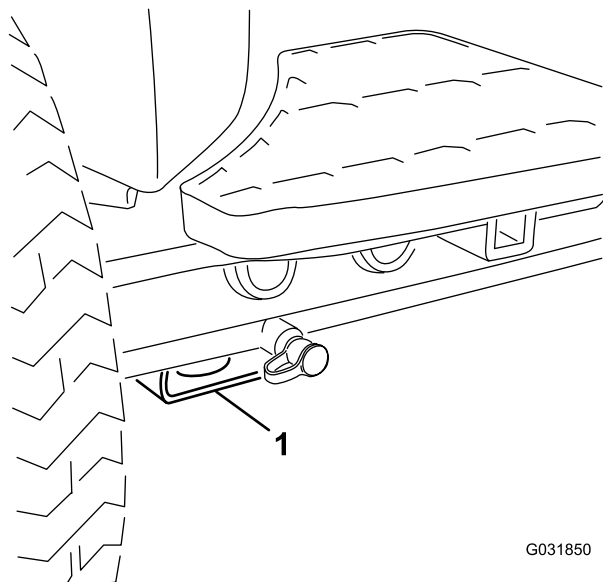

Figura 26
- **Parte anteriore della macchina** – supporto rettangolare, sotto il tubo dell'assale, all'interno delle ruote anteriori (Figura 26).